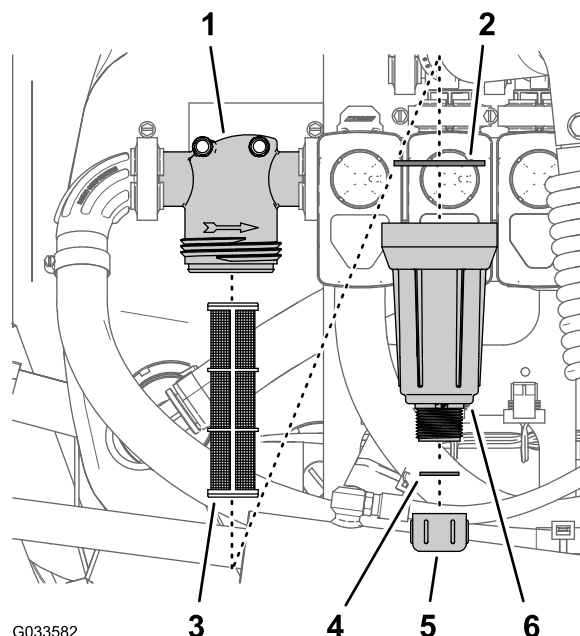

Рисунок 97
3. Поверните крышку сливного отверстия против часовой стрелки и снимите ее со стакана фильтра линии нагнетания (Рисунок 97).
4. Поверните стакан против часовой стрелки и отделите его от головки фильтра (Рисунок 97).
5. Снимите элемент фильтра линии нагнетания (Рисунок 97).
7. Проверьте прокладку пробки сливного отверстия (расположенную внутри стакана) и прокладку стакана (расположенную внутри головки фильтра) на наличие повреждений и износа (Рисунок 97).
8. Вставьте элемент фильтра линии нагнетания в головку фильтра (Рисунок 97).
2. Поместите сливной поддон под фильтр линии нагнетания (Рисунок 97).
9. Установите стакан на головку фильтра, затянув от руки (Рисунок 97).
10. Установите крышку сливного отверстия на штуцер в нижней части стакана и затяните крышку от руки (Рисунок 97).